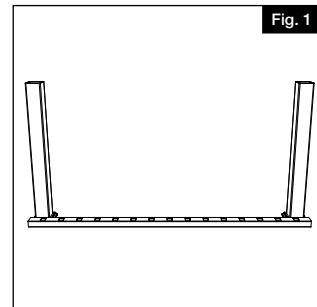

Fig. 1
- a. Placer la lisse dans l'ouverture des poteaux en laissant un espace équivalent entre le dernier barreau et le poteau à chaque extrémité (Fig. 1).